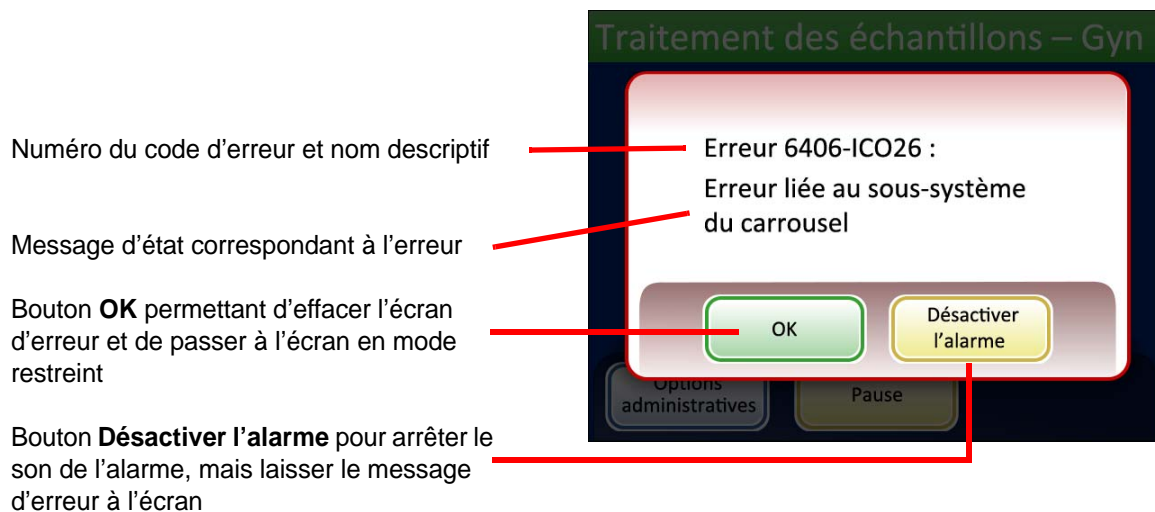

Figure 9-1 Le système a détecté une erreur
- Il affiche le message d'erreur et fait retentir l'alarme sonore, si celle-ci est activée (se reporter à la Figure 9-1). Le système tente de reprendre le traitement (en une minute maximum).